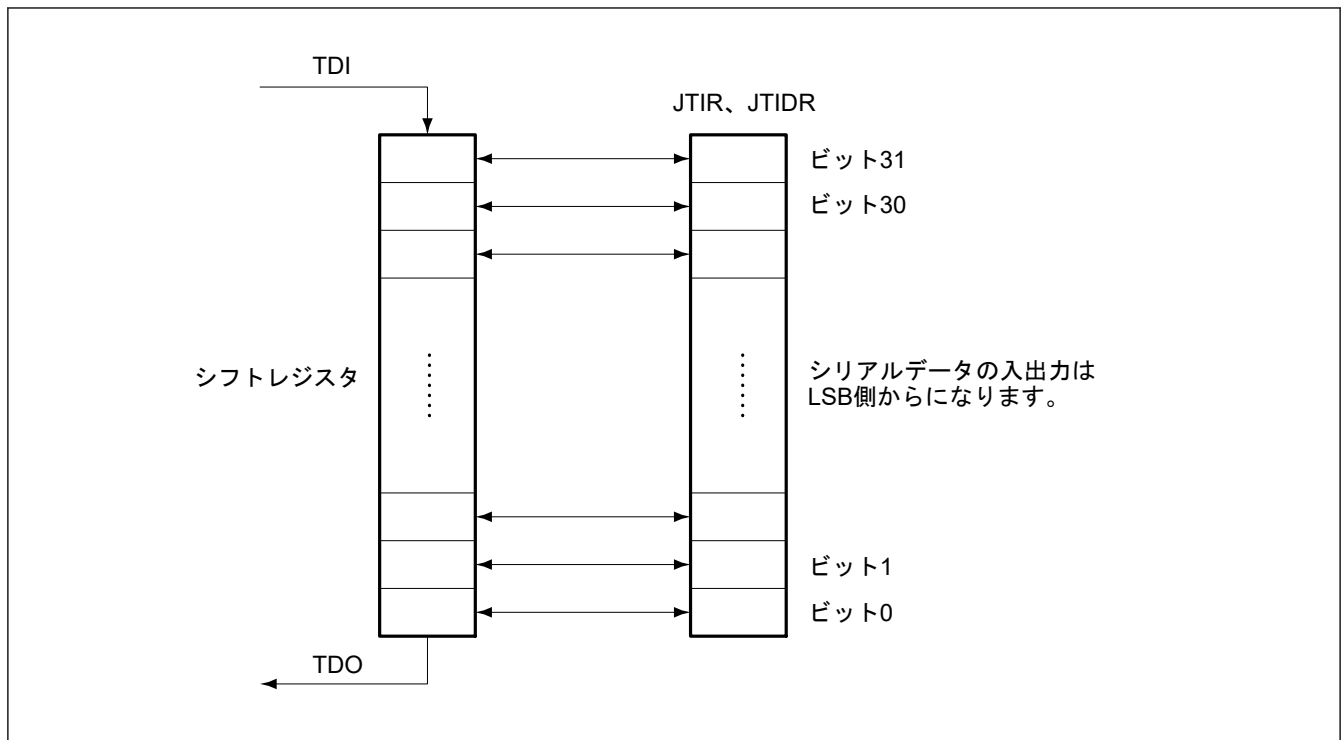

図 35.3 シリアルデータ入出力
- 図 35.3 で示すとおりシリアルデータは LSB 側から入出力します。